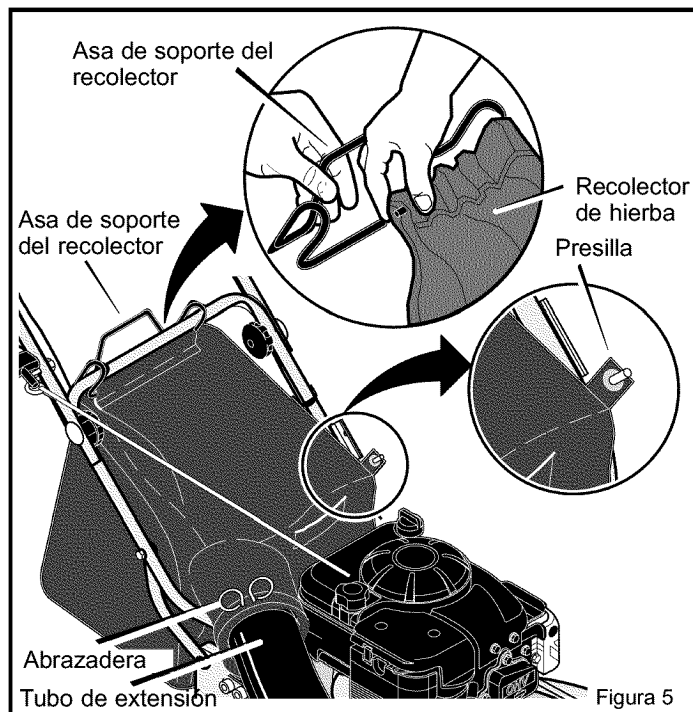

Figura 5
5. Conecte el **asa de soporte** a la parte superior del **recolector de hierba** (vea la Figura 5).
2. Apriete los extremos de la **abrazadera** y deslice la parte delantera del **recolector de hierba** en el extremo del **tubo de extensión** (vea la Figura 5).